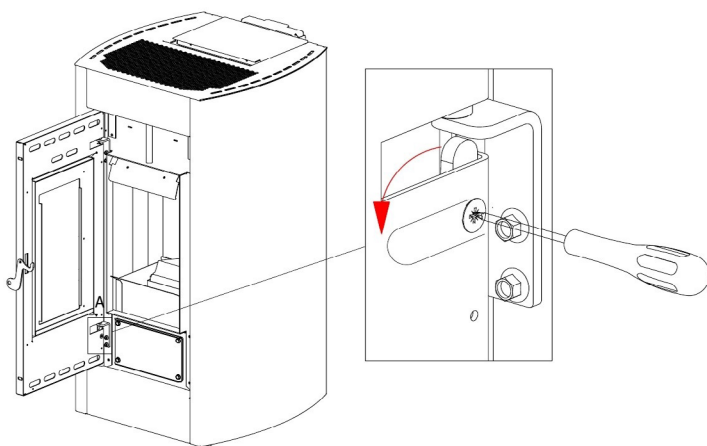

Fig. 21 - Verwijdering van de schroeven
- Met behulp van een schroevendraaier de hendel in de richting van de pijl draaien (zie **Fig. 21 op pag. 19**).